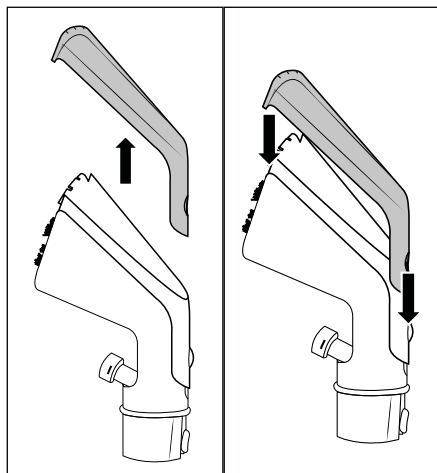

Fig. 9
- ◆ Appuyez sur la touche de verrouillage **24** située sur le cache de l'embout de nettoyage **23** de l'embout meubles **22** et retirez le cache de l'embout de nettoyage **23** (voir fig. 9).
- ◆ Placez le cache de l'embout de nettoyage 23 sur l'embout meubles 22 et poussez-le vers le bas jusqu'à ce que la touche de verrouillage 24 s'enclenche dans l'embout meubles 22 (voir fig. 9).